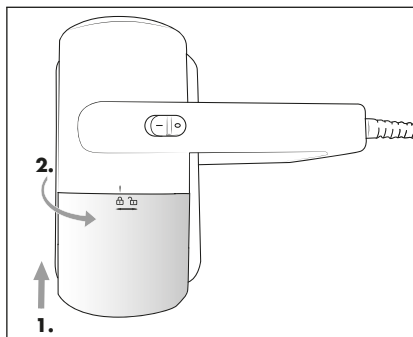

Bild 9
8) Sätt dammbehållaren **4** i produkten så att markeringen på produkten hamnar ovanför symbolen  (öppen). Vrid dammbehållaren **4** medurs tills markeringen på produkten hamnar ovanför symbolen  (stängd) för att lossa den från produkten (bild 9).